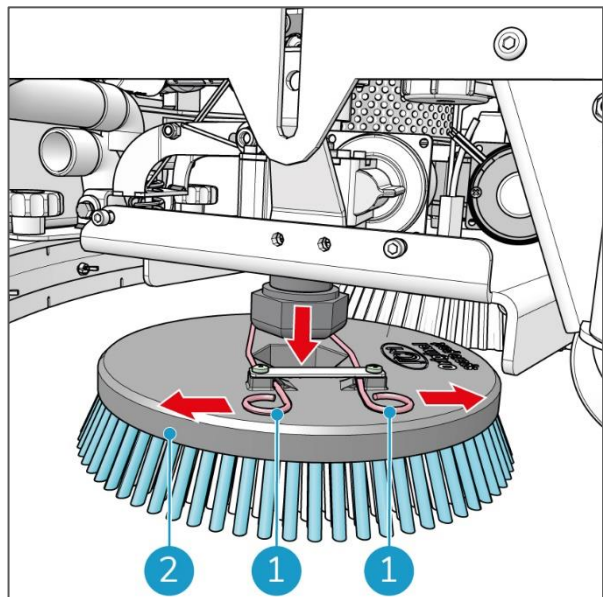

Figura 41
5. Empuja los dos resortes (Figura 41, pos. 1) completamente hacia afuera hasta que encajen en su sitio, detrás de las levas. Ahora se suelta la abrazadera.
6. Retira con cuidado el cepillo de disco (Figura 41, pos. 2).